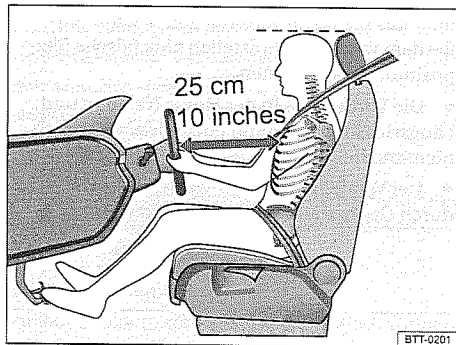
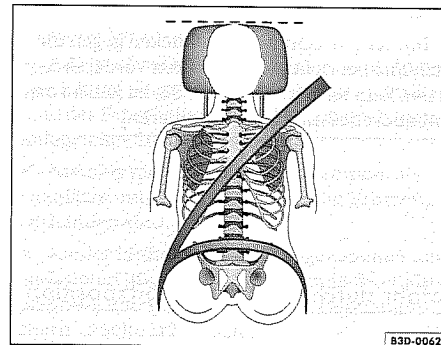

Abb. 37 Der richtige Abstand des Fahrers zum Lenkrad muss mindestens 25 cm (10 inch) betragen.
Abb. 38 Richtiger Gurtbandverlauf und richtige Kopfstützeinstellung.
als Augenhöhe – befindet. Hinterkopf stets so nah wie möglich an der Kopfstütze positionieren ⇒ Abb. 37 und ⇒ Abb. 38.
- Lenkrad so einstellen, dass der Abstand zwischen Lenkrad und Brustbein mindestens 25 cm (10 inch) beträgt ⇒ Abb. 37 und das Lenkrad mit beiden Händen und leicht gebeugten Armen seitlich am äußeren Rand festgehalten werden kann. ▶